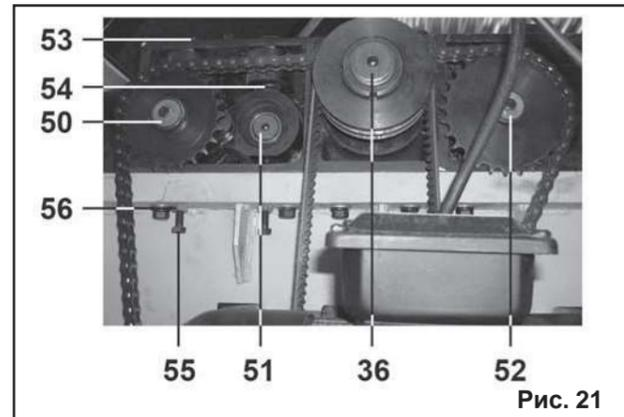
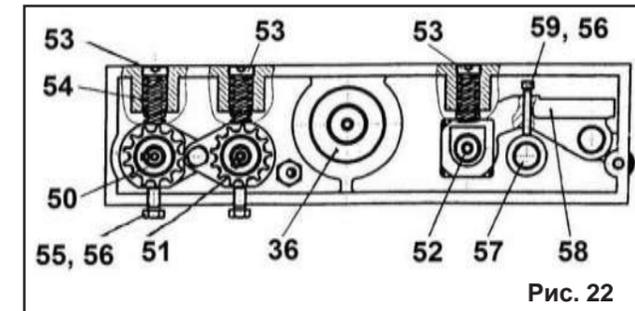

Рис. 21
Рис. 22
#### 10.7. Регулировка прижатия заготовки и положения узлов подающего и приемных роликов (Рис. 21, 21а, 22)
10.7.1. Регулировки узлов подающего ролика (52) и приемных роликов (50, 51) произведены перед отгрузкой станка, но если при транспортировке они были нарушены, отрегулируйте их, как показано на Рис. 21 – 22. Поверните винт (53) против часовой стрелки, когда требуется увеличить силу прижатия ролика пружины (54). Поверните винт (53) по часовой стрел-
Рис. 21а
**ПРИМЕЧАНИЕ:** Подача заготовки с меньшей силой прижатия подающим роликом (52) дает более высокое качество обработки (толщина заготовки не должна превышать размер от стола до ножа на 1 - 5 мм).
10.7.3. Отрегулируйте высоту узла подающего ролика (52) и узлов приемных роликов (50, 51). Эти регулировки выполнены на заводе-изготовителе перед отгрузкой, но после продолжительного использования ролики могут оказаться на разной высоте. В этом случае требуется регулировка высоты (Рис. 21, 21 а, 21 б, 22). Из твердой породы древесины изготовьте опорный брусок (68) в соответствии с эскизом, Рис.22 а (размеры для справки). Отрегулируйте высоту подающего (52) и приемных роликов (50, 51) по высоте опорного бруска (Рис. 22 а).
10.7.4. Отключите питание станка, установите опорный брусок (68) (Рис. 22 б) на столе (8) под ножом (37) рабочего вала (36). На верхнюю часть бруска (68) положите металлическую пластину (69) толщиной 1 мм, аккуратно поднимите рабочий стол (8) до касания с ножом (37) в самом крайнем нижнем положении (Рис 22 б). Снимите с опорного бруска пластину (69), установите опорный брусок под приемным роликом (50) или (51), не меняя высоту рабочего стола (8), отрегулируйте с обеих сторон высоту роликов до касания с бруском (68).
10.7.5. Ослабьте стопорные гайки (56), отрегулируйте высоту болтами (55) под узлами приемных роликов (50, 51) (Рис. 21). При повороте болта (55) по часовой стрелке поднимается узел приемного ролика (50, 51). При повороте болта (55) против часовой стрелки опускается узел приемного ролика (50, 51). Отрегулируйте высоту узлов приемных роликов (50, 51) с двух сторон с помощью опорного бруска (68). Высота приемных роликов (50, 52) будет на 1 мм ниже ножей (37) строгального вала (36). После регулировки зафиксируйте положение, затянув стопорные гайки (56). Уберите опорный брусок (68) (Рис. 22 б).
10.7.6. Подающий ролик (52) регулируется аналогично. Ослабьте стопорные гайки (56) узла подающего ролика (52) (Рис. 21а, 22), поверните с обеих сторон винты (59) узла подающего ролика (52). При повороте винта (59) против часовой стрелки узел подающего ролика (52) опускается вниз, а по часовой стрелке – поднимается вверх.
При опускании вниз подающий ролик (52) будет сильнее прижимать заготовку. Высота должна быть на 1 мм ниже строгального вала (36) (как показано на Рис. 22-23). После регулировки зафиксируйте положение, затянув стопорные гайки (56). Уберите опорный брусок (68) (Рис.22 б).
10.7.7. Для предварительной обработки заготовки, когда требуется глубина строгания 8 мм, отрегулируйте узел подающего ролика (52) винтами (59) (Рис. 22). Поверните винт (59) по часовой стрелке, отрегулируйте глубину строгания 8 мм.
**ВНИМАНИЕ:** При регулировке глубины строгания 8 мм узел подающего ролика (52) не сможет прижимать заготовку, как при глубине 1-2 мм. Для
Рис. 22а
Рис. 22б